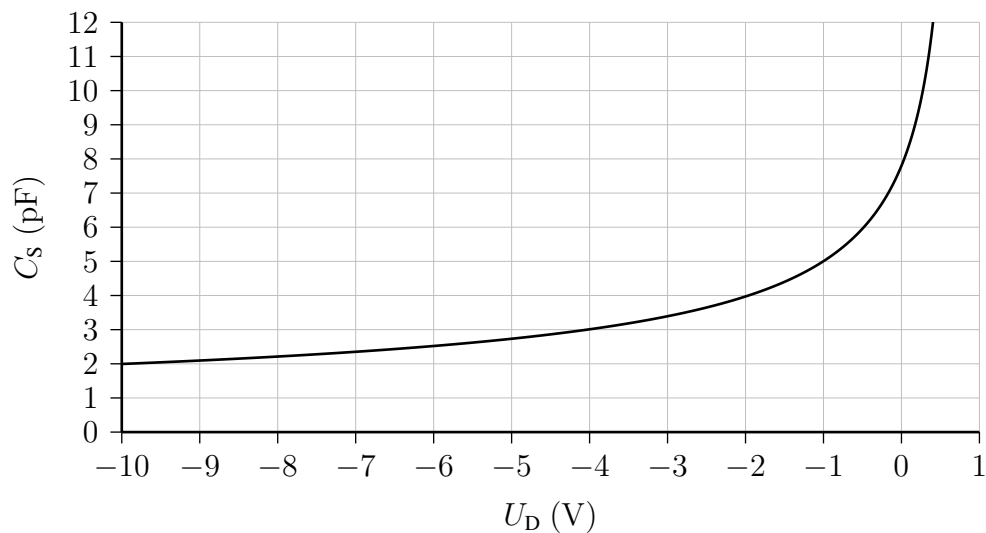

Abbildung 7: Sperrschichtkapazität der Diode.
- b) In Abbildung 7 ist die Abhängigkeit der Sperrschichtkapazität über der Gleichspannung der Diode gegeben. Der Bahnwiderstand kann vernachlässigt werden. Berechnen Sie die 3dB Grenzfrequenz der Übertragungsfunktion $\left| \frac{u_D}{u_e} \right|$.